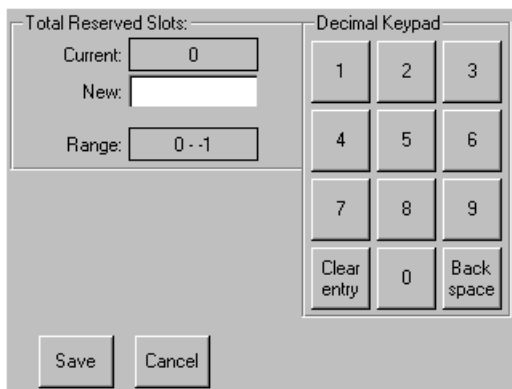

Figura 3–8. Pantalla del teclado numérico de las ranuras reservadas
4. Introduzca bien 0 ó 1 y, a continuación, pulse Save (Guardar) para confirmar el cambio. Aparecerá una pantalla de confirmación (consulte la Figura 3–9). Pulse **OK** (Aceptar) para guardar los cambios.